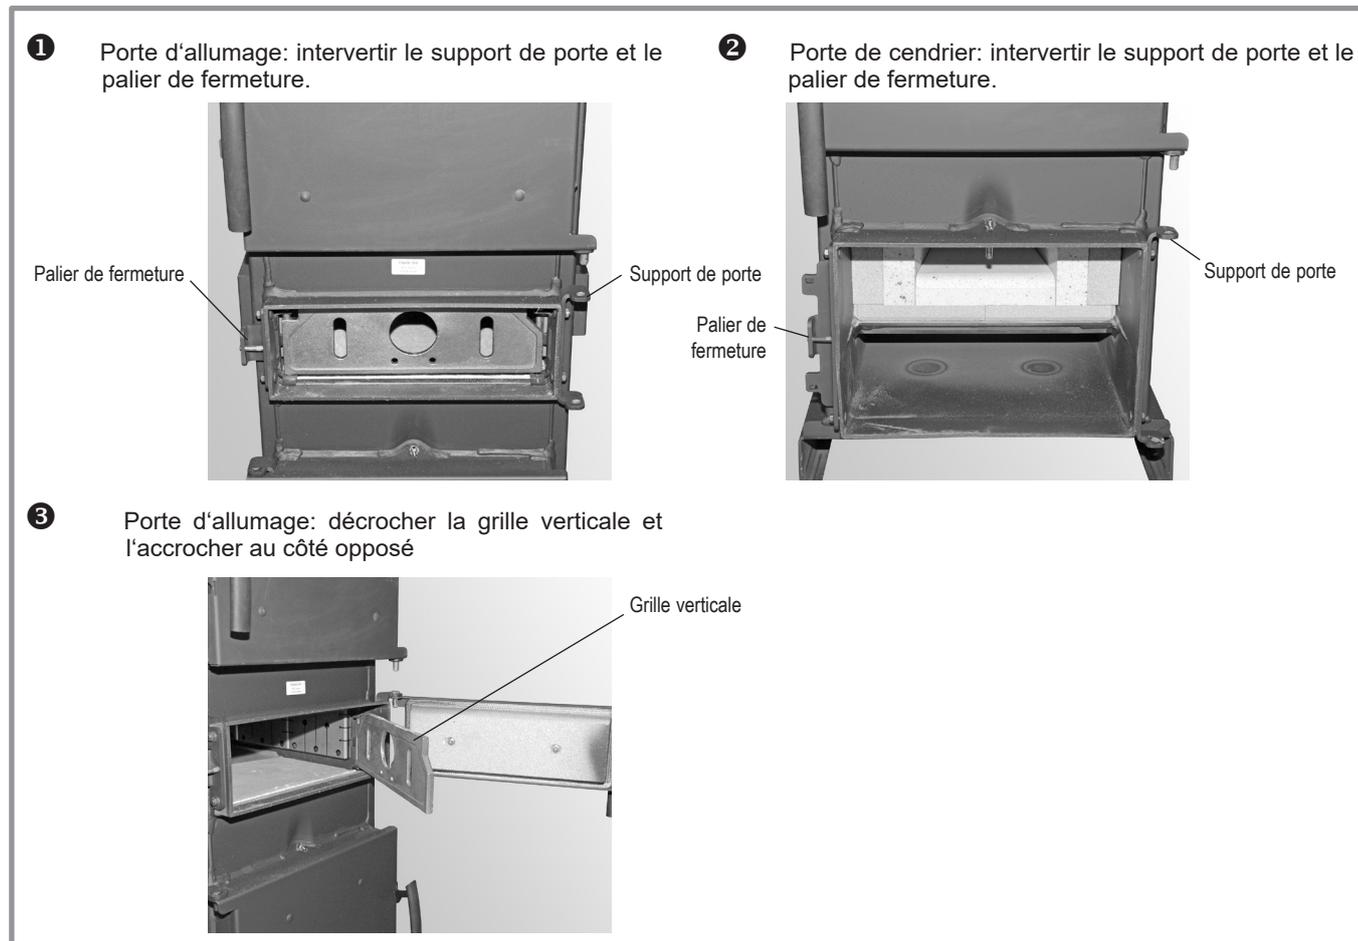

fig. 12 - Butée porte d'allumage ou porte de cendrier
- Dévisser le support de porte et le palier de fermeture du corps de la chaudière et les revisser et les intervertissant (*fig. 12 - ① - ②*).
- Porte d'allumage : Décrocher la grille verticale et la raccrocher au côté opposé (*fig. 12 - ③*).